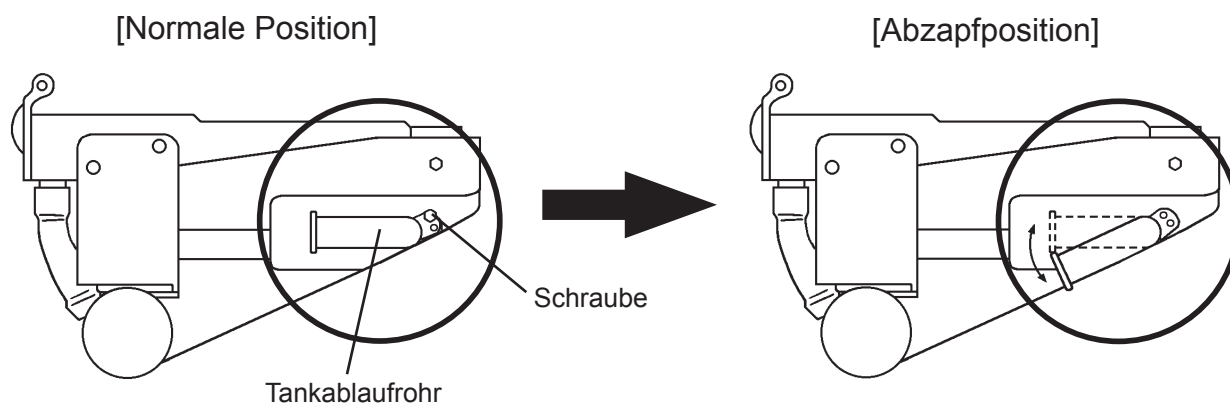

Abb. 8
- 1) Die Schraube an der Vorderseite des Wassertanks entfernen. Das Ablaufrohr des Wassertanks in die Ablaufposition bringen (siehe Abb. 8). Das Tankablaufrohr mit der Schraube sichern.